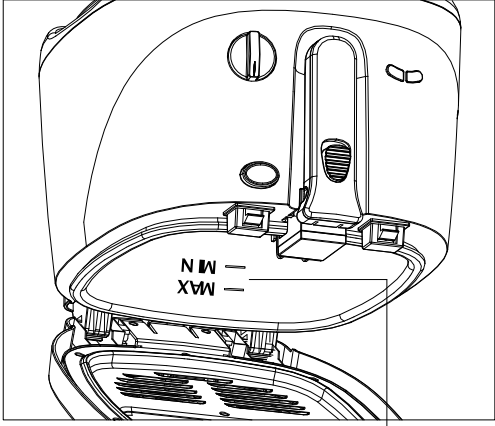

FIG. 8
2. Vierta unos 2.5 litros de aceite dentro de la freidora. El nivel del aceite debe quedar entre las marcas de niveles MAX y MIN indicadas en la superficie de la olla (FIG. 8).